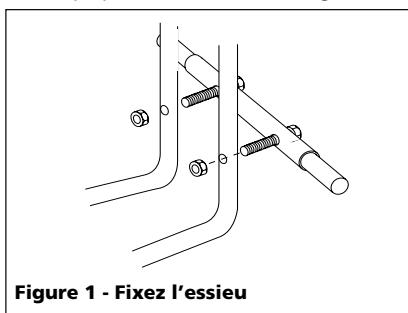

Figure 1 - Fixez l'essieu
2. Mettez la pompe verticale et tenez la bien. Fixez l'essieu aux pieds du chariot en insérant les boulons pré-assemblés dans les trous des pieds du chariot. Fixez le tout avec un écrou de 1/4 po - 20 sur chaque boulon. Utilisez une clé de 7/16 po pour resserrer (Voir la Figure 1).